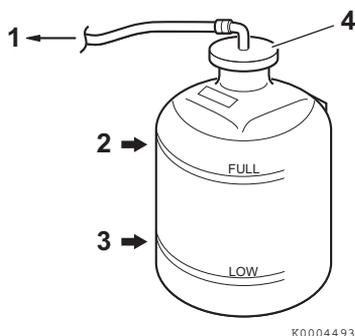

Figura 15
5. Verifique o nível de líquido de refrigeração no reservatório. O nível deve estar na marca FULL (Cheio) (**Figura 15, (2)**). Adicione líquido de arrefecimento, se necessário.
6. Remova o tampão do reservatório (**Figura 15, (4)**) para adicionar líquido de refrigeração, se necessário. Não adicione água.
8. Verifique as ligações do tubo de borracha (**Figura 15, (1)**) que ligam o reservatório ao depósito de líquido de refrigeração/permutador de calor. Substitua, se estiver danificado.